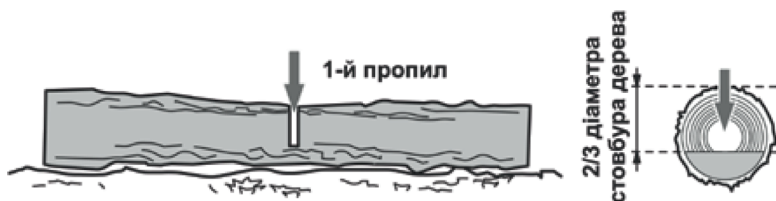

Рисунок 11. Схема попереднього розпи́лу колоди.
1. Перший розпил зробити згори вниз на $\frac{2}{3}$ діаметра стовбура дерева (рис. 11).